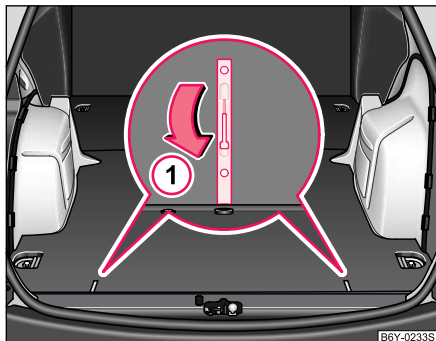

Fig. 172 El seguro del suelo del compartimento de carga
- Desasegurar primero el suelo abatiendo la palanca a la posición ① ⇒ fig. 172.